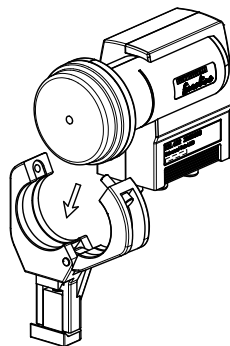

Abb. 2
3. Speisesysteme der beiden Schellen befestigen und jede Schraube wieder leicht anziehen (Abb. 2).